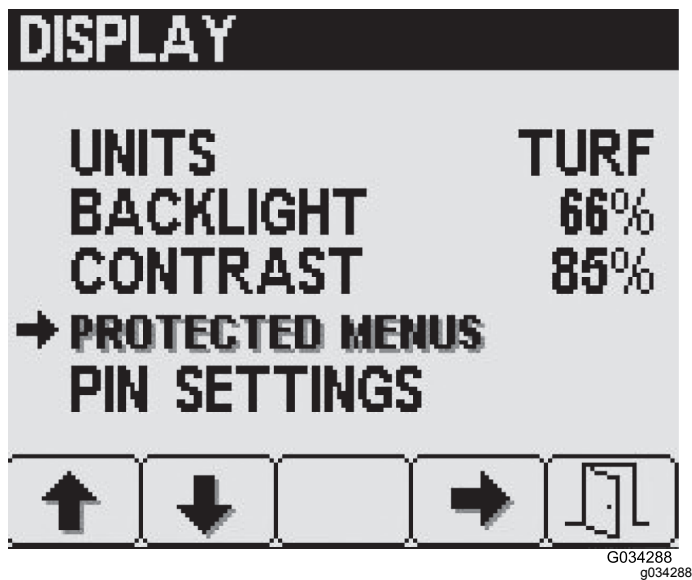

Figure 22
1. Appuyez sur le bouton 2 de l'écran de réglage Affichage jusqu'à ce que l'option Menus protégés soit atteinte, et appuyez sur le bouton 4 pour la sélectionner (Figure 22).
2. Appuyez sur le bouton 2 jusqu'à ce que l'option de menu protégé souhaitée soit atteinte (Figure 22).